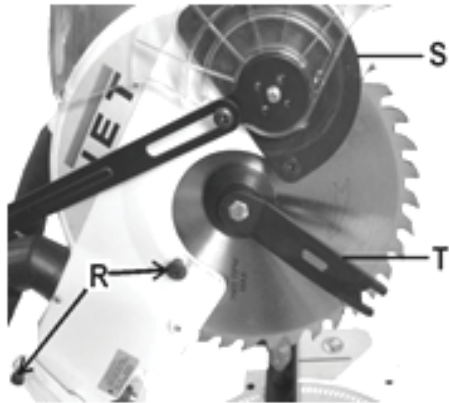

Рис. 8
- Зніміть захисний кожух пилки (S, Рис. 8), відкрутивши два гвинти (R) збоку та відстібнувши захисний кожух (S).
- Встановіть на місце пластиковий захисний кожух та затягніть два гвинти (R, Рис. 8).